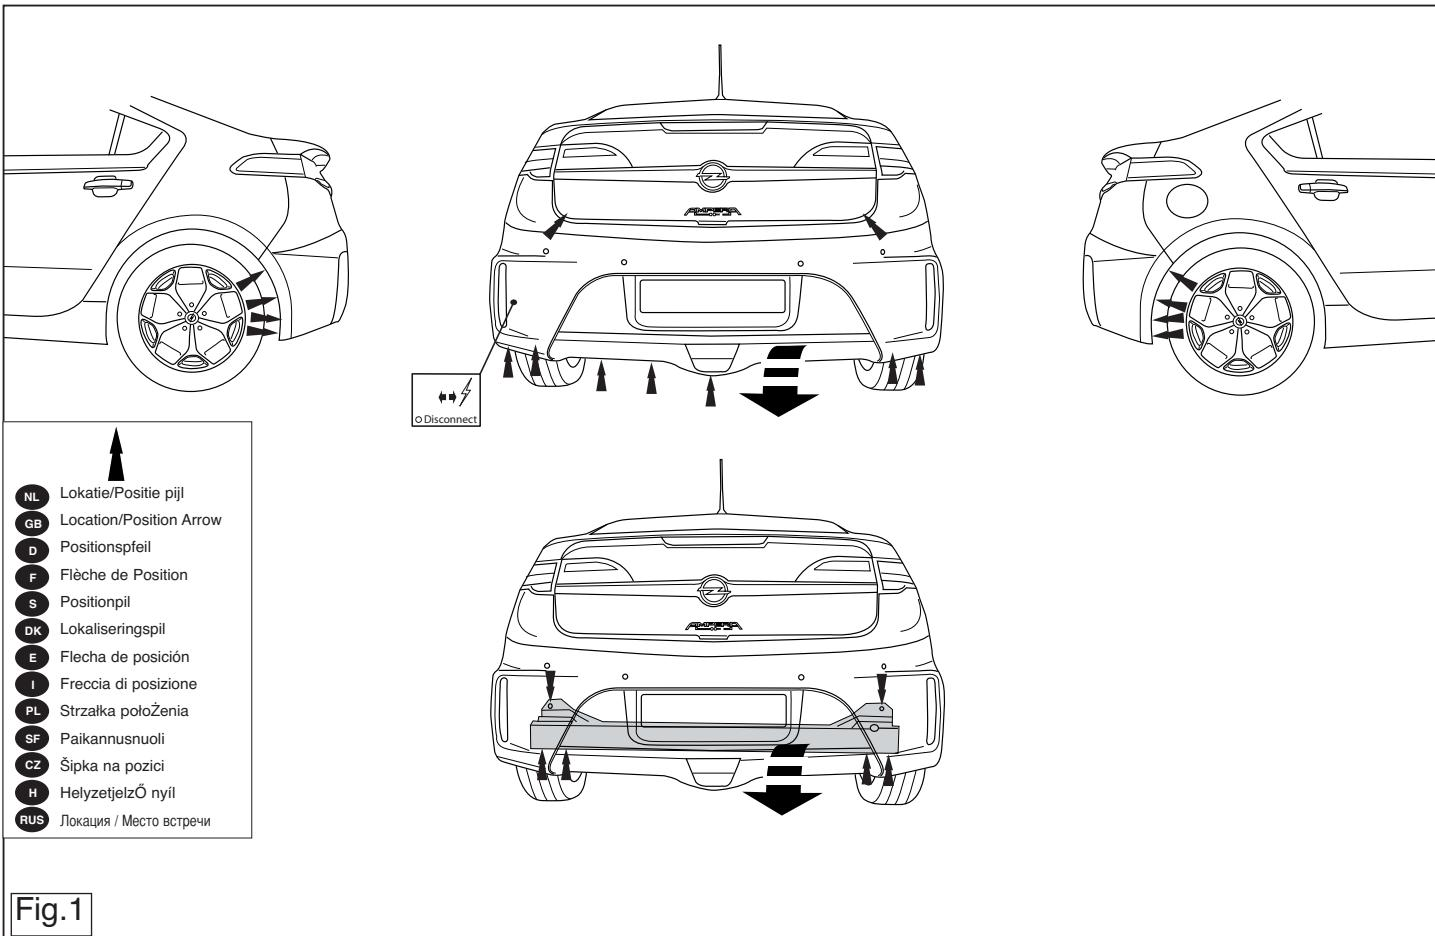

Fig.1
1. Снять бампер вместе со стальным буферным бруском автомобиля буферный брус больше не понадобится. См. рисунок 1 и 1а.